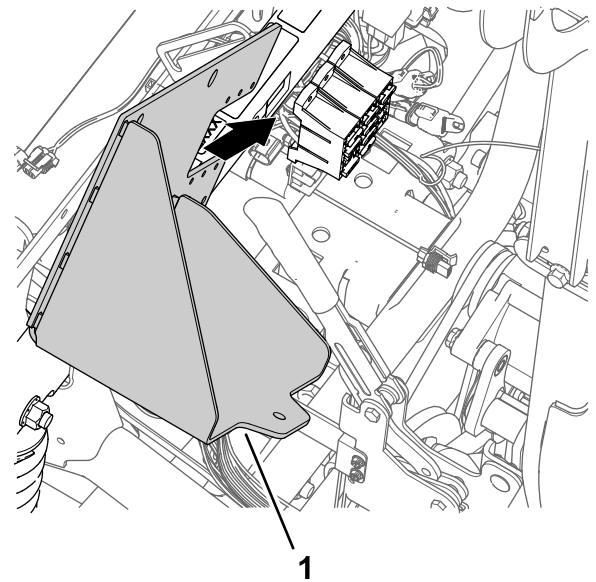

図 175
1. 新しいバッテリーブラケットを、車両のショックサポートチューブに合わせる 図 175。